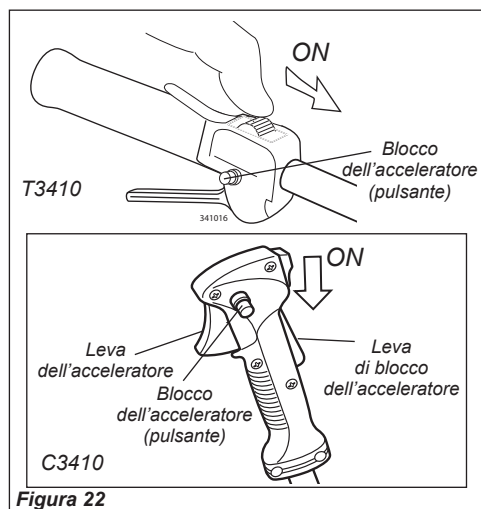

Figura 22
1. Far scorrere l'interruttore di accensione nella posizione "ON". Vedere Figura 22.
- c. Senza rilasciare il pulsante di blocco dell'acceleratore, rilasciare la leva dell'acceleratore. Vedere Figura 22.